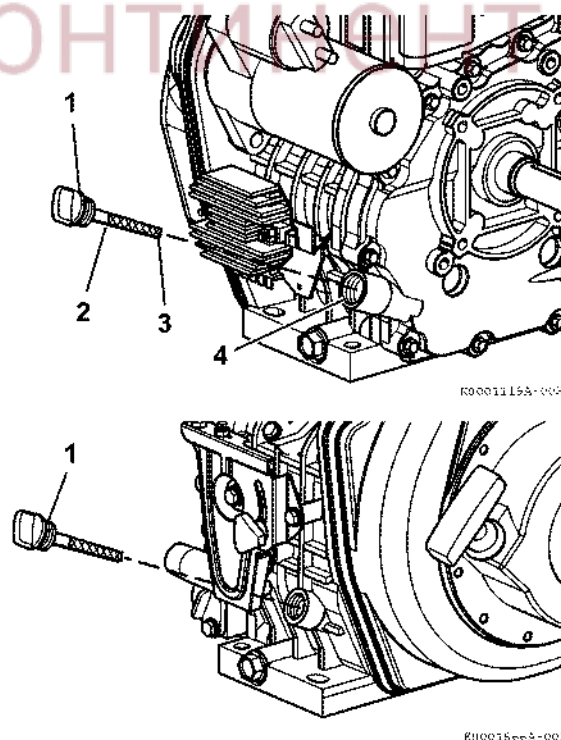

Рис. 47
2. Снимите крышку маслозаливной горловины / масляный щуп (Рис. 47, (1)) и вытрите чистой ветошью.
4. Выньте масляный щуп. Уровень масла должен быть между верхней (Рис. 47, (2)) и нижней (Рис. 47, (3)) отметкой на масляном щупе.
5. Полностью вставьте крышку маслозаливной горловины / масляный щуп (Рис. 47, (1)) и плотно зафиксируйте. Не прикладывайте чрезмерных усилий для закрытия крышки, это может повредить крышку/масляный щуп.
2. Снимите крышку маслосаливной горловины/масляный щуп (Рис. 47, (1)).
3. Долейте необходимое количество масла через любую маслосаливную горловину (Рис. 47, (4)).
5. Долейте масло, если необходимо, до уровня между верхней (Рис. 47, (2)) и нижней (Рис. 47, (3)) отметкой на масляном щупе.